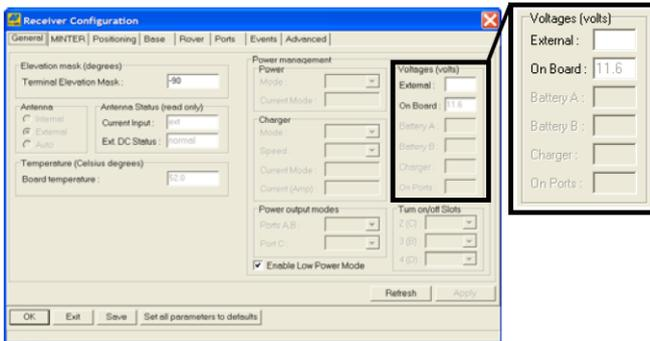

Figura 2-10. Visualización de la información de tensiones
3. Consulte la información sobre Voltages (Figura 2-10).